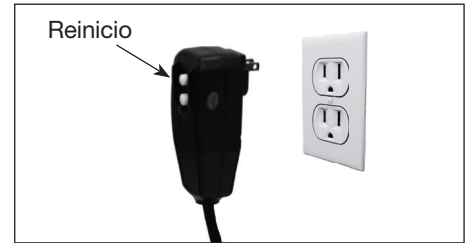

Figura 10 - Botón de reinicio/enchufe con conexión a tierra
5. Enchufe el cable de corriente en un tomacorriente de 120 V con conexión a tierra, que se encuentre en un circuito dedicado. No use un cable de extensión. Presione el botón de reinicio en el adaptador de GFCI del enchufe. Esto debe hacerse cada vez que la unidad se enchufa en un tomacorriente.(Figura 10)
3. Suelte el cierre del gatillo deslizando el cierre de la derecha a la izquierda.(Figura 10)